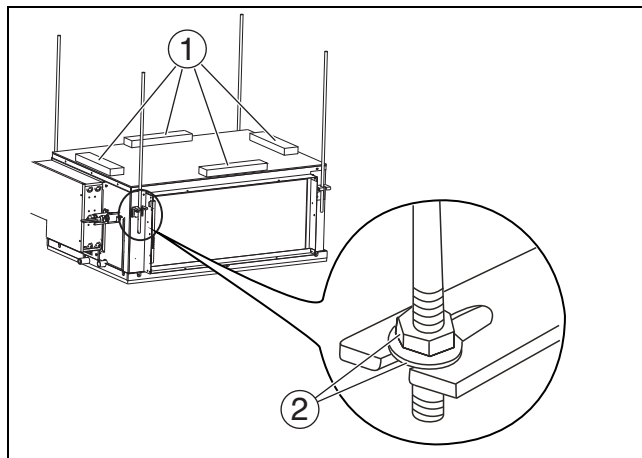

Рис. 15
- Используйте уровень, чтобы расположить корпус блока горизонтально (→ рис. 15). (Запрещается наклонять блок в сторону от сливной системы. Следует наклонить его в сторону слива воды.)